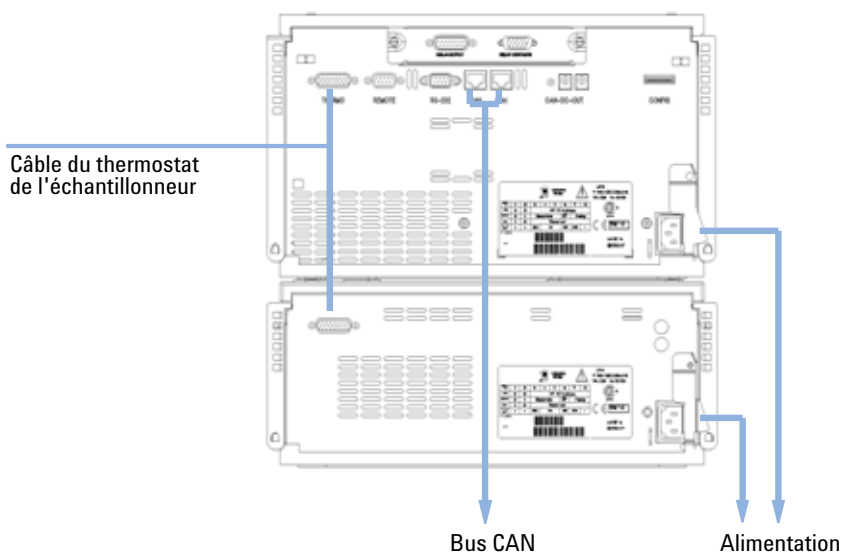

Figure 15 Connexions à l'arrière de l'échantillonneur thermostaté
- 13 Branchez le câble reliant l'échantillonneur au thermostat, cf. Figure 15, page 50.